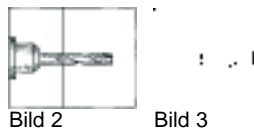

Bild 2 Bild 3
2. Unteres Befestigungsloch bohren und Dübel setzen, siehe Bild 2 und 3.
6. Obere Befestigungslöcher bohren und Dübel setzen, siehe Bild 2 und 3.